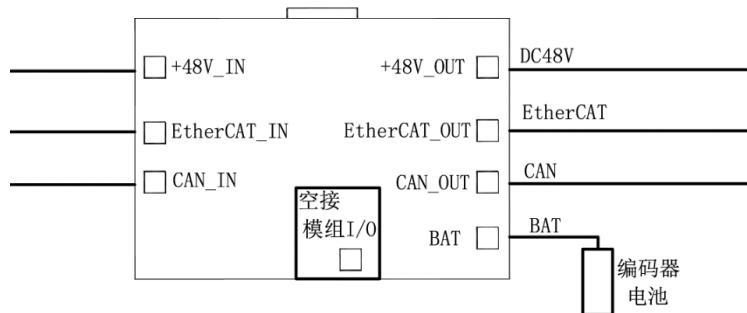

图 3-8 模组接线示意图
**步骤3** 将通讯线和电源线从模组后端的接口面板上解开，模组接线示意图如图 3-8 所示。